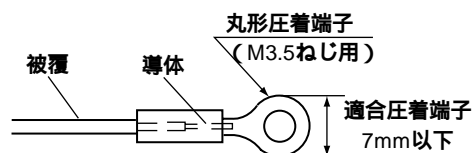

図3.27-1 変換器内の配線端末処理
- (5) 付加コード：/Tを指定した場合は，配線端末処理として，丸型端子(M3.5 mm)を付けてください。締め付けトルクは1.0N・mです。(図3.27-1参照)